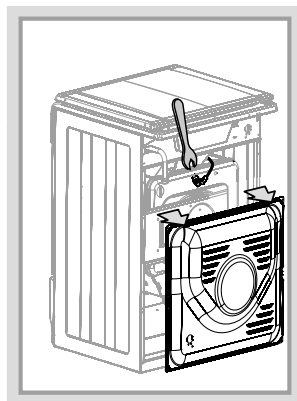

Рис.18
- при помощи ключа выкрутить и заменить сопло (рис.18). Если доступ затруднен, нужно: